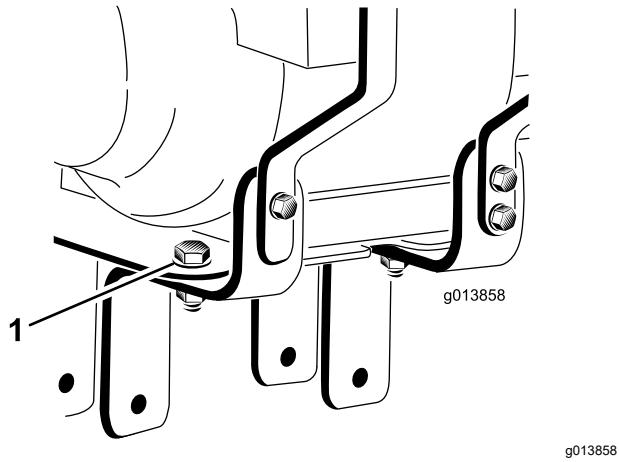

Bild 3
3. Lösen Sie die zwei Schrauben und Muttern (nicht entfernen), mit denen die Befestigungshalterungen des Motors an der Motorbefestigungsplatte befestigt sind (**Bild 3**).